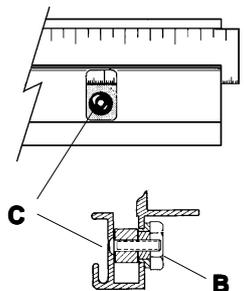

Figure 28
NOTE: One end of each squaring edge bar is fixed in position by its **PIVOT SCREW** near the cutting line. Each of the bars can be raised or lowered slightly by rotating them around their **PIVOT SCREW**. This is done by turning **ECCENTRIC NUTS (B)**, **Figure 28**, one in the **RIGHT SQUARING EDGE BAR** and two in the left. The **LEFT SQUARING EDGE BAR** is very long, so two **ECCENTRICS** are provided to assure the **SQUARING EDGE BAR** can be adjusted straight.
HINWEIS: An dem Ende von jeder **Winkelleiste**, das der Schnittlinie am nächsten liegt, befindet sich eine **Stellschraube**, welche die **Winkelleiste** hält. Jede dieser Leisten kann mit diesen **Stellschrauben** ein wenig angehoben oder gesenkt werden, indem Sie um diese **Stellschrauben** gedreht werden. Das wird durch ein Drehen der **Exzentrilmutter (B)**, **Abbildung 28**, von denen sich eine in der **rechten Winkelleiste** und zwei in der **linken Winkelleiste** befinden. Da die **linke Winkelleiste** sehr lang ist wurden zwei **Exzentrilmutter** eingebaut, um sicherzustellen, daß die **Winkelleiste** genauestens eingestellt werden kann.
N.B. Un côté de chaque barre de bord d'équarrissage est maintenu en position grâce à une **VIS PIVOTANTE** près de la ligne de coupe. Chacune des barres peut être abaissée ou relevée légèrement en les faisant pivoter autour de leur **VIS PIVOTANTE**. Ceci est accompli en faisant tourner les **BOULONS EXCENTRIQUES (B)**, **Figure 28**, un dans la **BARRE DE BORD D'ÉQUARRISSAGE DROIT** et deux dans la gauche. La **BARRE DE BORD D'ÉQUARRISSAGE GAUCHE** étant très longue, deux **BOULONS EXCENTRIQUES** sont fournis pour assurer que la **BARRE DE BORD D'ÉQUARRISSAGE** peut être ajustée correctement.
NOTA: Se fija un extremo de cada barra de encuadre de borde por medio del **TORNILLO DE PIVOTE** cerca de la línea de corte. Cada una de las barras puede elevarse o bajarse ligeramente girándolos alrededor de su **TORNILLO DE PIVOTE**. Esto se hace girando las **TUERCAS EXCENTRICAS (B)**, **Figure 28**, una en la **BARRA DERECHA DE ENCUADRE DE BORDE** y dos en la izquierda. La **BARRA IZQUIERDA DE ENCUADRE DE BORDE** es muy larga, de manera que se proveen **EXCENTRICAS** para asegurar que la **BARRA DE ENCUADRE DE BORDE** pueda ajustarse en línea recta.